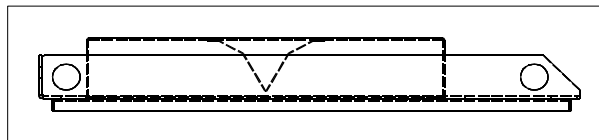

Figura 38. Estructura del tejado vista desde el lateral
- ¡NOTA!** Si se utiliza un tejado plano, montar una guía de aire con forma de V en la parte inferior del tejado para dirigir el flujo de aire horizontalmente. Véase Figura 38.